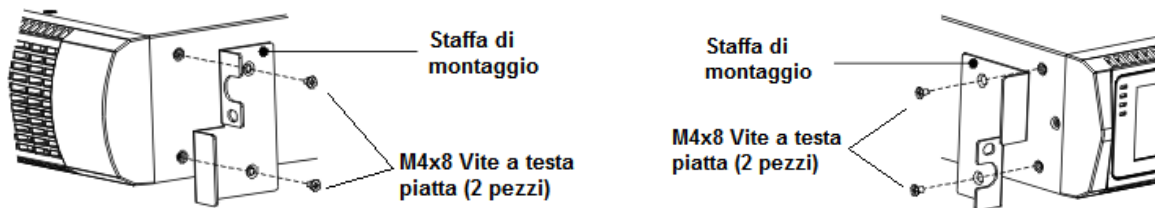

Figura 5 Montaggio maniglie di fissaggio
- Allineare le maniglie con i fori delle viti su ogni lato e fissarle con 4 viti piane (Figura 5).